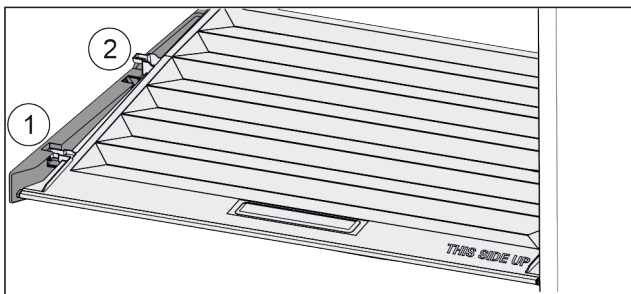

Fig. 94
- ▶ Tirer le couvercle vers l'avant jusqu'à dans l'orifice des pièces de retenue Fig. 94 (1).
- ▶ Le soulever par le bas à l'arrière et le sortir par le haut Fig. 94 (2).